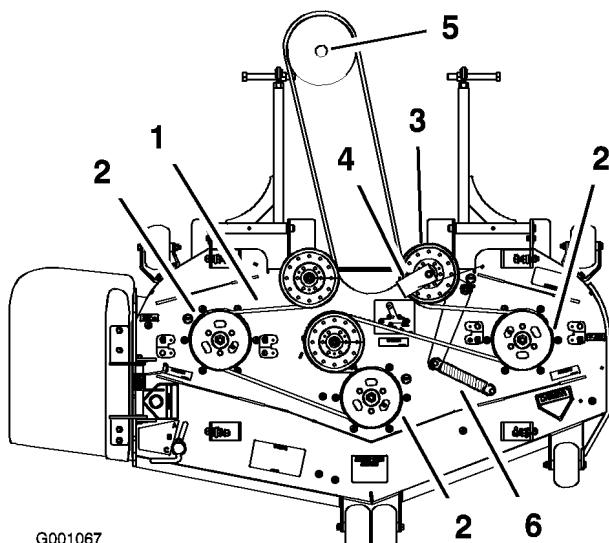

Figure 56
6. Acheminez la courroie neuve autour des poulies du plateau de coupe et de la poulie du boîtier d'engrenages, sous le moteur (Figure 56).
7. Raccrochez le ressort au bras de la poulie de tension (Figure 56).
8. Montez le guide-courroie sur la poulie de tension rappelée par ressort à un angle de 45 degrés comme illustré (Figure 56).